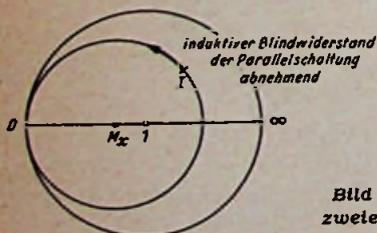

Bild 7. Parallelschalten zweier Blindwiderstände
- Sein Mittelpunkt ( $M_x$ ) muß auf der x-Achse (reellen Achse) liegen (Bild 7).